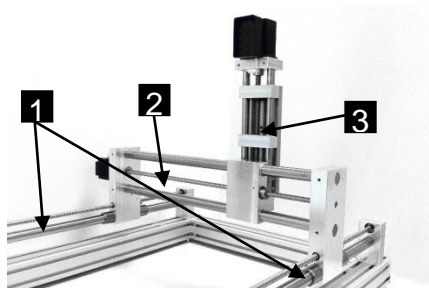

Abb. 27: Trapezgewindespindel
- 4 Trapezgewindespindel der X-Achse (Abb. 27 /1), der Y-Achse (Abb. 27 /2) und der Z-Achse (Abb. 27 /3) mit einem Leichtlauf fett benetzten Putzlappen **DIN 61650** gut einfetten oder alternativ das Fett mit einem dafür geeigneten Pinsel aufzutragen.